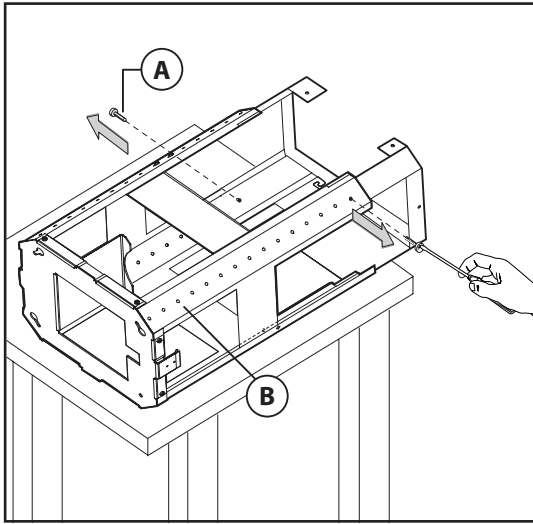

Fig.3
- Tag strukturen ud af emballagen og fjern de 2 skruer **A**, for at adskille den øverste del fra den nederste (Fig.3).